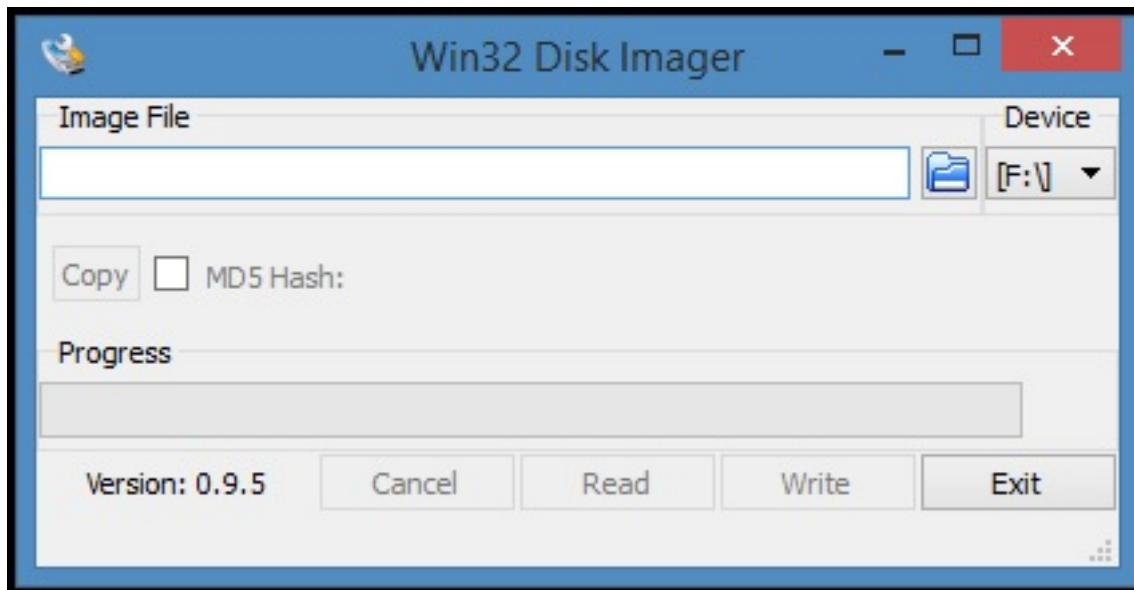

Figura 3.14: Win32DiskImager
- Inicie o Win32 Disk Imager, clicando com o botão direito no ícone e executando como administrador. A partir daí irá surgir a tela inicial como ilustrado na Figura 3.14